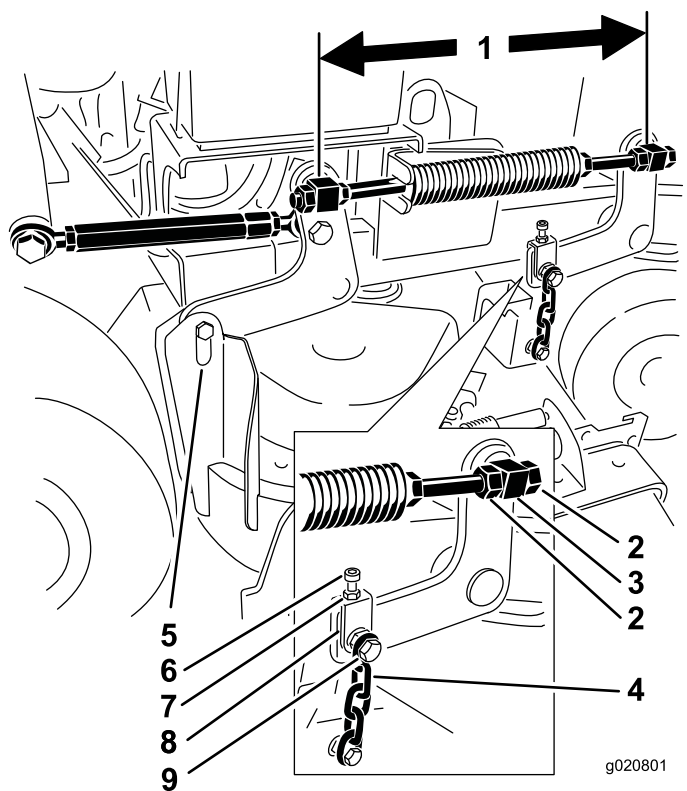

Figura 81
1. Verifique a distância entre as articulações, meça no centro das articulações (comprimento centro a centro) em cada barra roscada (Figura 81).
2. Desaperte as porcas de retenção da articulação frontal (Figura 81).
4. Aperte as porcas de retenção da articulação frontal (Figura 81).
4. Desaperte as porcas de bloqueio nas articulações frontais esquerda e direita (Figura 81).
6. Aperte as porcas de bloqueio nas articulações frontais esquerda e direita (Figura 81).
4. Desaperte as porcas de bloqueio da articulação frontal esquerda (Figura 81).
- Aperte as porcas de bloqueio da articulação frontal esquerda (Figura 81).
- Aperte as porcas de bloqueio e os parafusos da corrente superiores (Figura 81).
- Desaperte os parafusos da corrente superiores (Figura 81).
- Desaperte as porcas de bloqueio em cada forquilha (Figura 81).